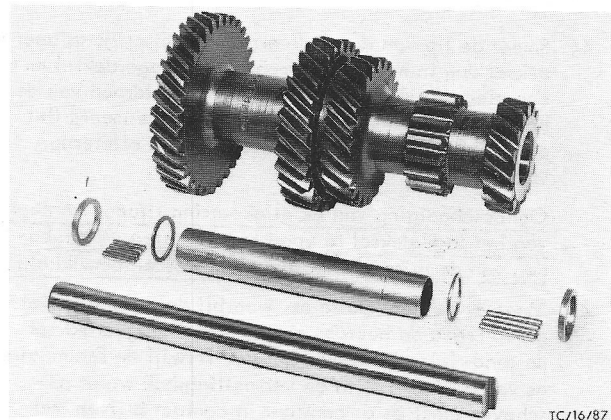

Fig.147 Torentandwielgroep, met secundaire as, vulringen, lagernaalden en afstandsbus.
37. Schuif de dummy as uit de torentandwielgroep. Verwijder de 19 lagernaalden en de 2 vulringen van elk uiteinde uit het torentandwiel en schuif de afstandsbus eruit (fig.147).